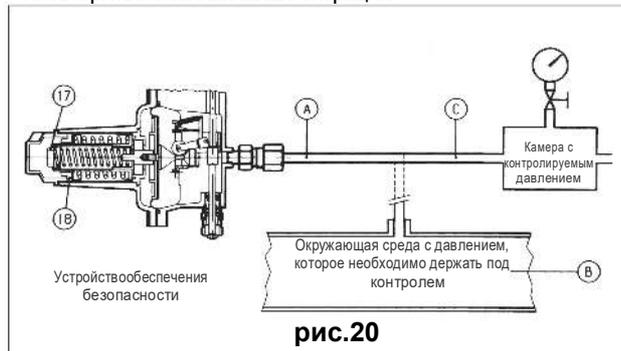

рис. 20
- В) Для устройств, не имеющих клапана "push" (рис. 20) рекомендуется отдельно подсоединить управляющую головку к вспомогательному контролируемому давлению и повторить описанные выше операции.
В) Для устройств, не имеющих клапана "push" (рис. 20) рекомендуется отдельно подсоединить управляющую головку к вспомогательному контролируемому давлению и повторить описанные выше операции.